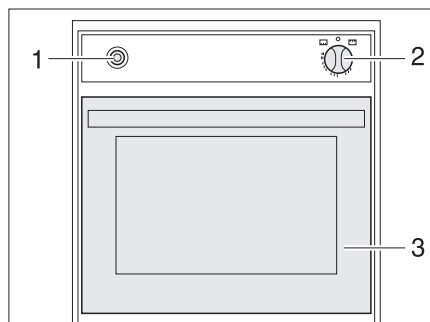

Bild 127 Gasbackofen
- Backofenklappe (Bild 127,3) ganz öffnen.
- Drehregler (Bild 127,2) leicht drücken und auf "🔥" (Backofen) oder "🔥 GRILL" (Grill) stellen.
- Drehregler (Bild 127,2) drücken und 5 bis 10 Sekunden lang gedrückt halten. Es strömt Gas zum Brenner.
- Zündschalter (Bild 127,1) so oft drücken, bis die Flamme brennt.
- Drehregler (Bild 127,2) auf "O" drehen. Die Flamme erlischt.